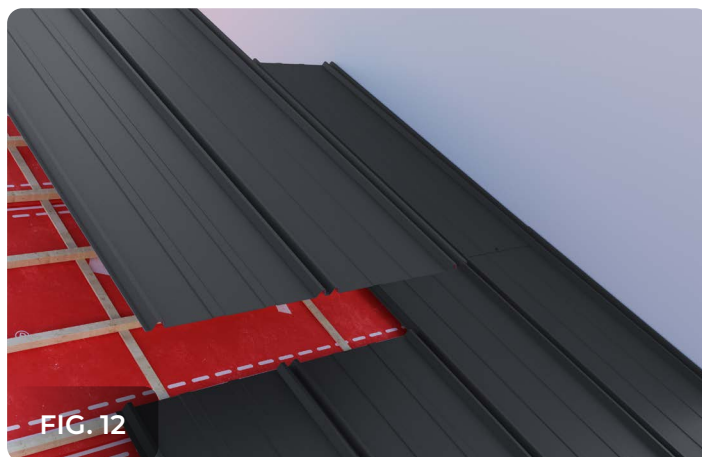

FIG. 12
1. La fel ca în cazul panourilor de la streășină, acestea se aliniază cu panourile anterioare și se vor fixa de șipcă cu șuruburi autoforante cu garnitură 4,8x35, în zona de suprapunere, în fiecare spațiu dintre cute fig. 12.